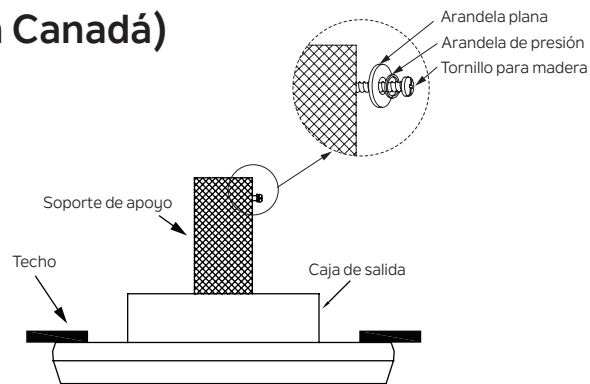

Figura 13
Paso 1. Deslice la arandela de presión, luego la arandela plana sobre el tornillo para madera, luego introduzca el tornillo para madera en el lado del soporte que sostiene la caja de salida. Deje 3 mm (1/8 in) de espacio entre el soporte de apoyo y la arandela plana. **(Figura 13)**